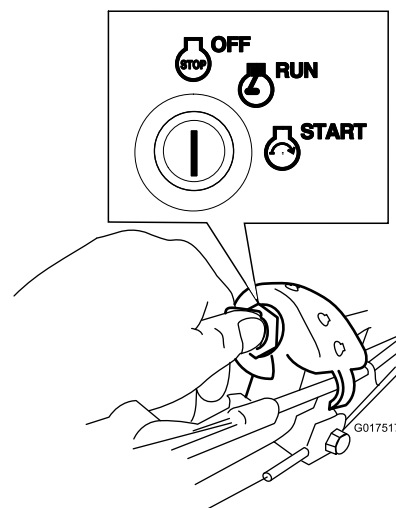

Figure 20
1. Tournez la clé de contact en position contact coupé (Figure 20).